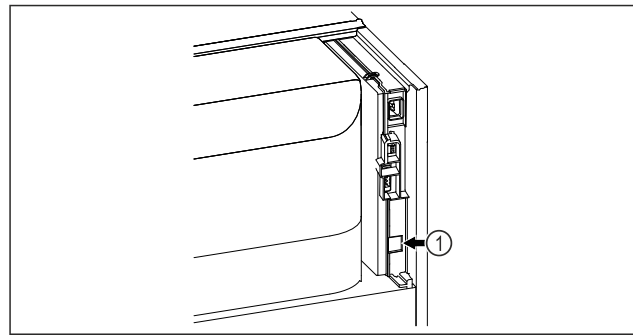

Fig. 138
- SmartModule Fig. 138 (1) on sisse pandud.